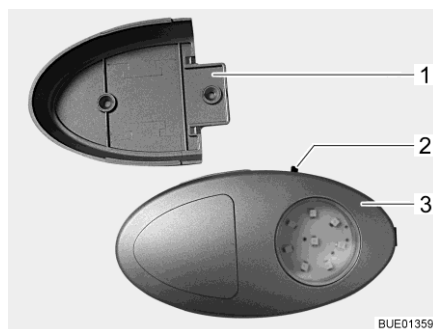

Bild 104 Klädskåpslampa/ficklampa
- ▷ Klädskåpslampan kan dras ut från skruvhållaren (Bild 104,1) och användas som ficklampa.
På-/av-brytaren (Bild 104,2) sitter direkt på klädskåpslampan (Bild 104,3).